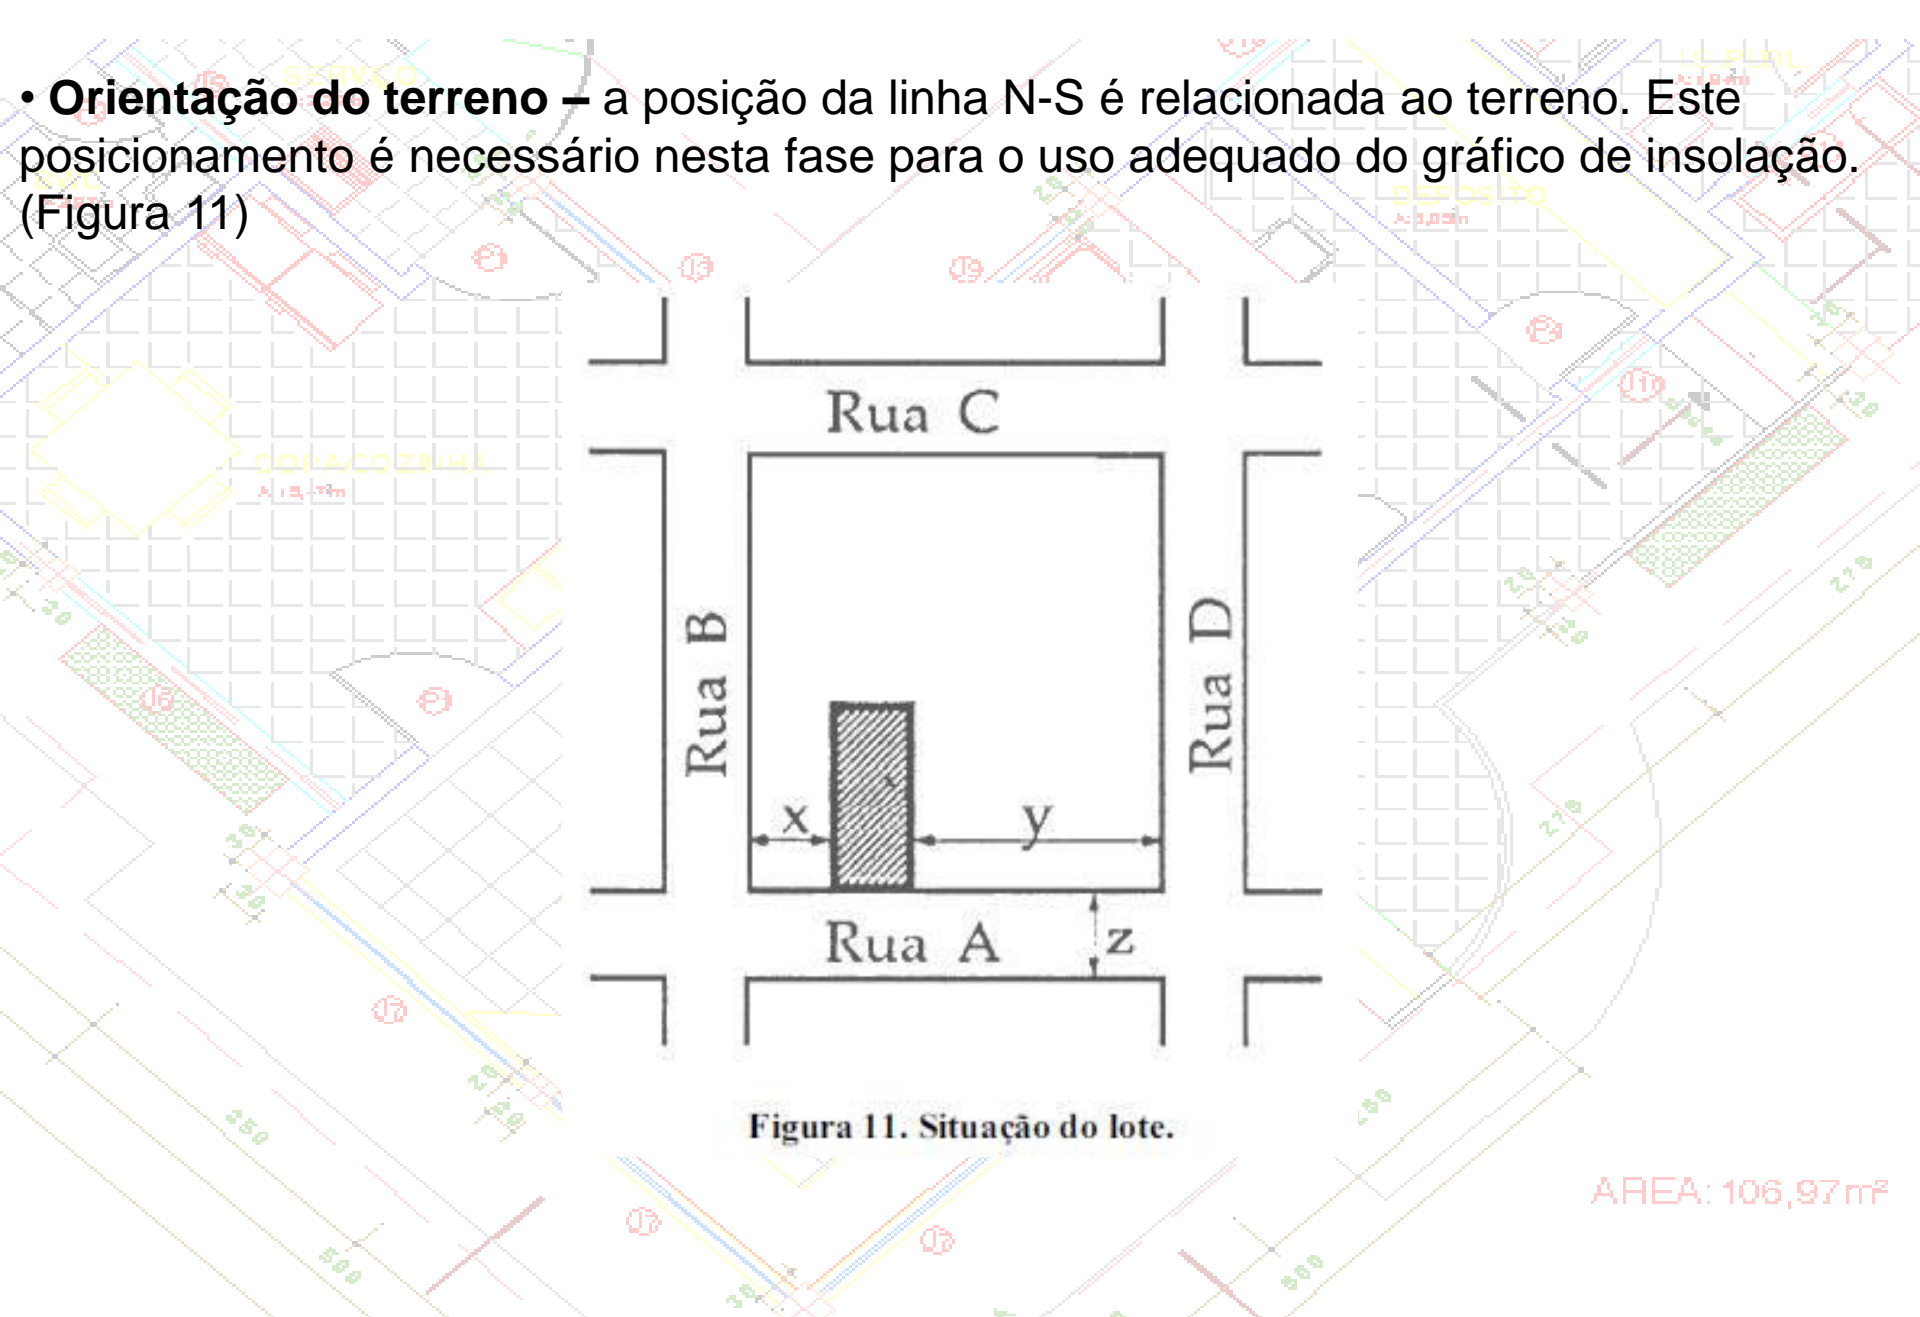

Figura 11. Situação do lote.
- **Orientação do terreno** – a posição da linha N-S é relacionada ao terreno. Este posicionamento é necessário nesta fase para o uso adequado do gráfico de insolação. (Figura 11)